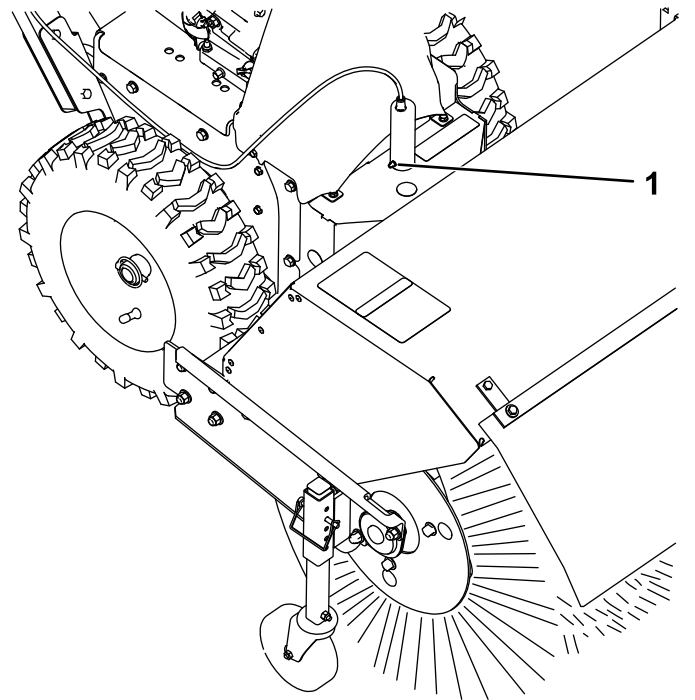

Figure 23
1. Lubrifiez le graisseur de la goupille de blocage d'angle de la brosse avec de la graisse au lithium n° 2 (Figure 23).